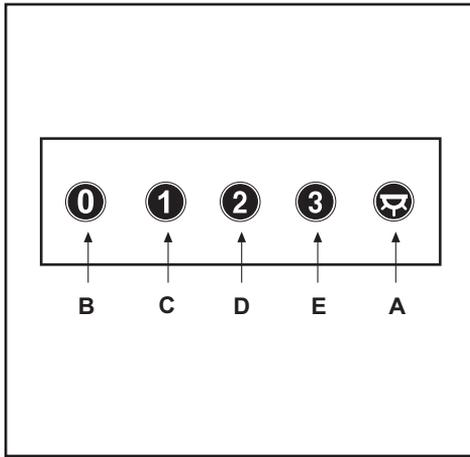

Fig.6
- **ПАНЕЛЬ УПРАВЛЕНИЯ:** (рис. 6) **МЕХАНИЧЕСКИЕ** обозначения кнопок поясняются ниже.